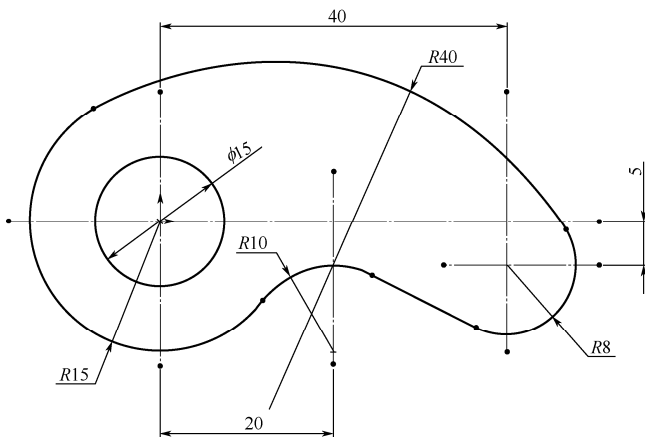

图 3-104 平面图形
- (1) 绘制平面图形，如图 3-104 所示。绘制草图，并标注尺寸。